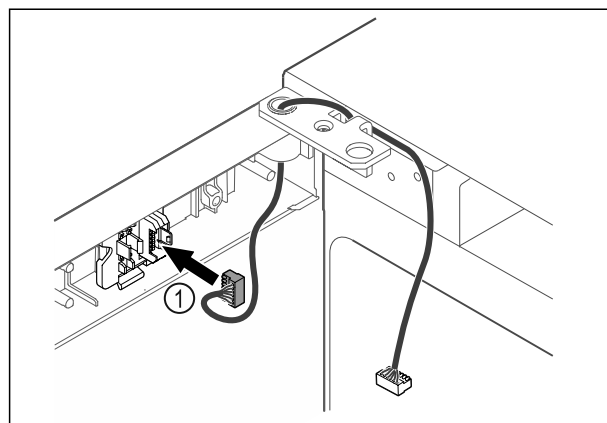

Fig. 53
- Insérer le connecteur Fig. 53 (1) dans le support.